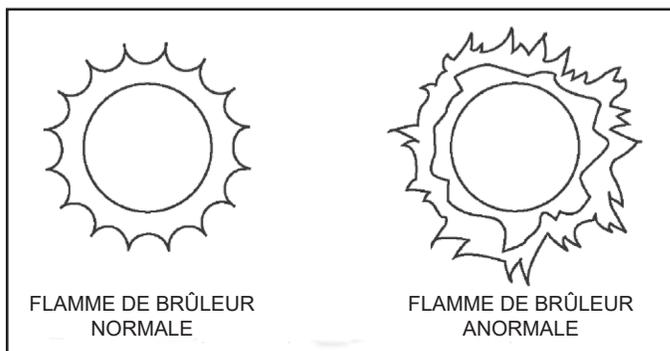

Figure 69. Flammes de brûleur normales et anormales
- Ne pas présenter de décrochage excessif des flammes par rapport aux orifices du brûleur. Voir **Figure 69**.